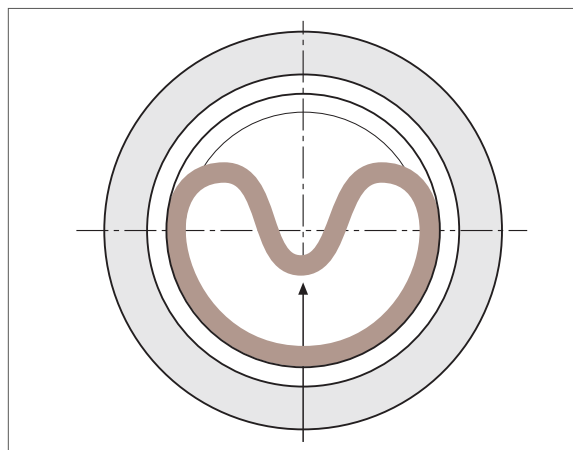

fig. 06
- Posizionare l'anello in PTFE così deformato nella sede e ridistendere la deformazione spingendolo contro l'O-Ring (vedi fig 06).
- Place the PTFE ring in compressed form into the groove and push it against the O-Ring (see fig. 06)